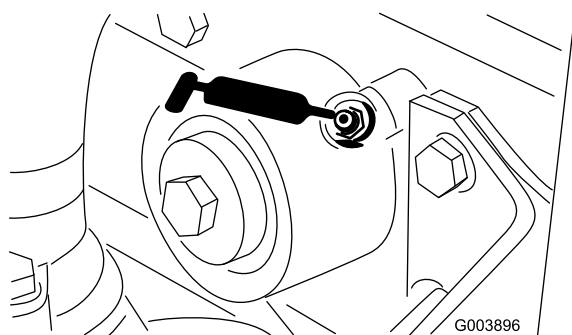

Bild 49
- 1 Schmiernippel an der Lüfterwelle (Bild 49).